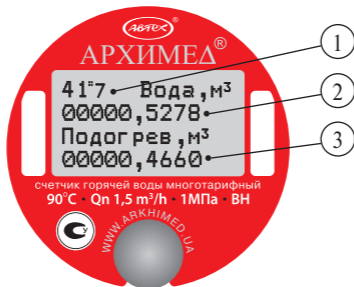

Рисунок 3- Выводимые значения в рабочем режиме индикации.
2.3.1.1 Индикатор включается после кратковременного нажатия кнопки (рабочий режим индикации) и выключается через 30 сек. после последнего нажатия (рис. 3).